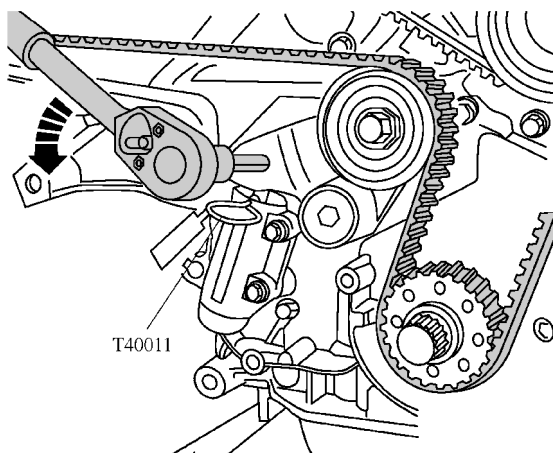

图 1-3-46 沿箭头方向转动正时带张紧辊
(14) 如图 1-3-46 所示, 用一把 $\phi 8\text{mm}$ 内六角扳手沿箭头方向转动正时带张紧辊, 直到张紧杠杆把张紧件压紧, 锁止杆 T40011 可以插入活塞和外壳的孔内。
(5) 如图 1-3-46 所示，用 8mm 内六角扳手沿箭头方向按压正时带张紧轮，直至锁止杆 T40011 可自由拉出。